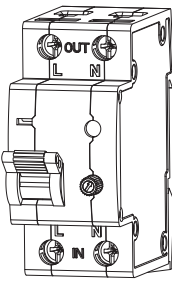

Рис.1. УСТРОЙСТВО
3.1. УСТРОЙСТВО (Рис.1) является неразборным, содержит корпус с винтовыми зажимами входа и выхода линий фазы и нейтрали, внутри корпуса – плату управления и срабатывающий по ее команде механизм свободного расцепления входного и выходного контактов фазной линии. Входной и выходной контакты нейтрали соединены.